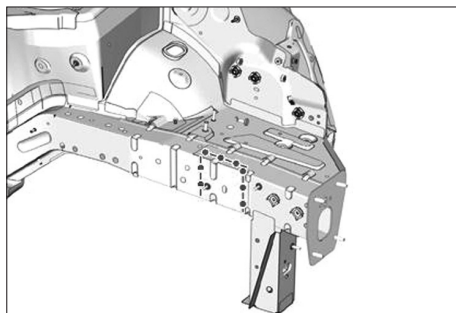

FIG. 16
- Préparer les bords d'accostage et les protéger par un apprêt soudable (Fig.16).